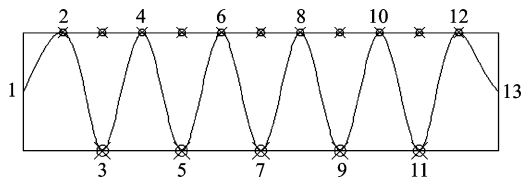

图 1-70 样条曲线各顶点位置
- ① 绘制 100 mm×25 mm 的矩形。
- ② 将矩形分解。
- ③ 将矩形上面的水平线定数等分 12 份, 矩形下面的水平线定数等分 6 份。
- ④ 样条曲线按如图 1-70 所示连接相应的等分点并按要求设置终点切向。
- ⑤ 删除辅助的等分点。
指定第一个点或 [方式(M)/节点(K)/对象(O)]: //拾取图 1-70 矩形左侧竖线的中点“1”
输入下一个点或 [起点切向(T)/公差(L)]: //拾取图 1-70 中的“2”节点
输入下一个点或 [端点相切(T)/公差(L)/放弃(U)]: //拾取图 1-70 中的“3”节点
输入下一个点或 [端点相切(T)/公差(L)/放弃(U)/闭合(C)]: //拾取图 1-70 中的“4”节点
输入下一个点或 [端点相切(T)/公差(L)/放弃(U)/闭合(C)]: //拾取图 1-70 中的
输入下一个点或 [端点相切(T)/公差(L)/放弃(U)/闭合(C)]: //拾取图 1-70 矩形右侧竖线中点“13”